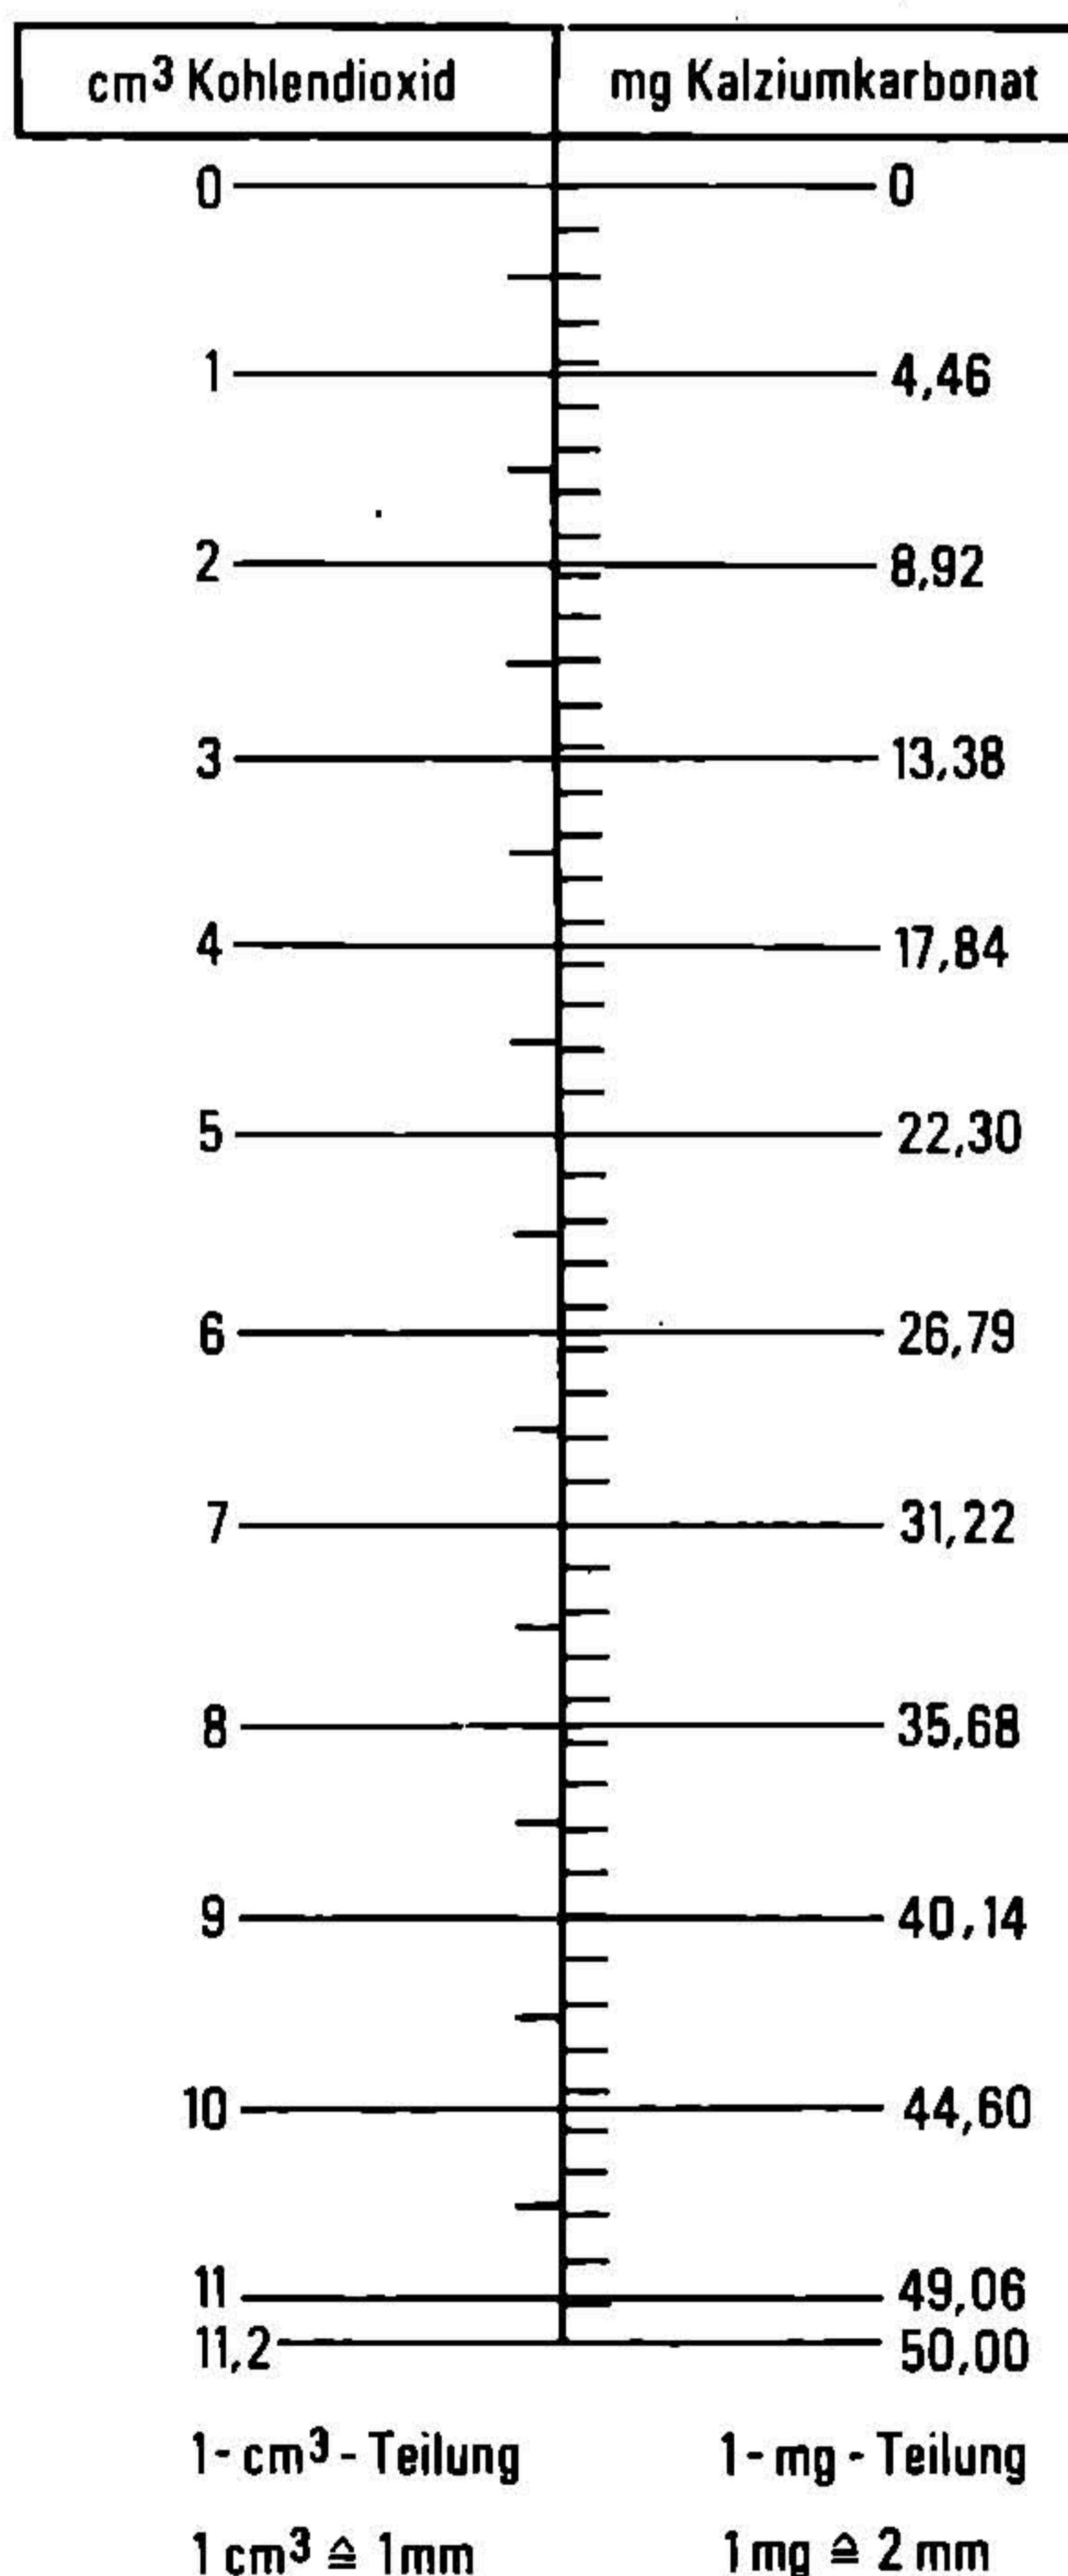

Abb. 14
4. Ermittle die Masse an Kalziumkarbonat aus dem gemessenen Volumen des Kohlendioxids mit Hilfe des Skalennomogramms (Abb. 14).